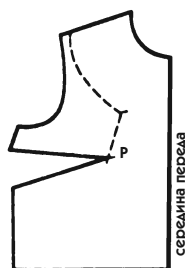

Рис. 518
На лифе прямого покроя (рис. 518 и 519) вытачка от талии отсутствует, а верхнюю вытачку обычно переводят к линии бокового среза, чтобы оставить нижний край изделия нетронутым. По нижнему краю можно наметить длину блузы или поместить карман на пальто и т. д. Вам необходимо усвоить этот принцип, чтобы избежать неожиданностей при воспроизводстве специфической модели на лифе с вытачкой небольшой глубины.
1. Скопируйте зигзагообразную вытачку с модели на рис. 518.